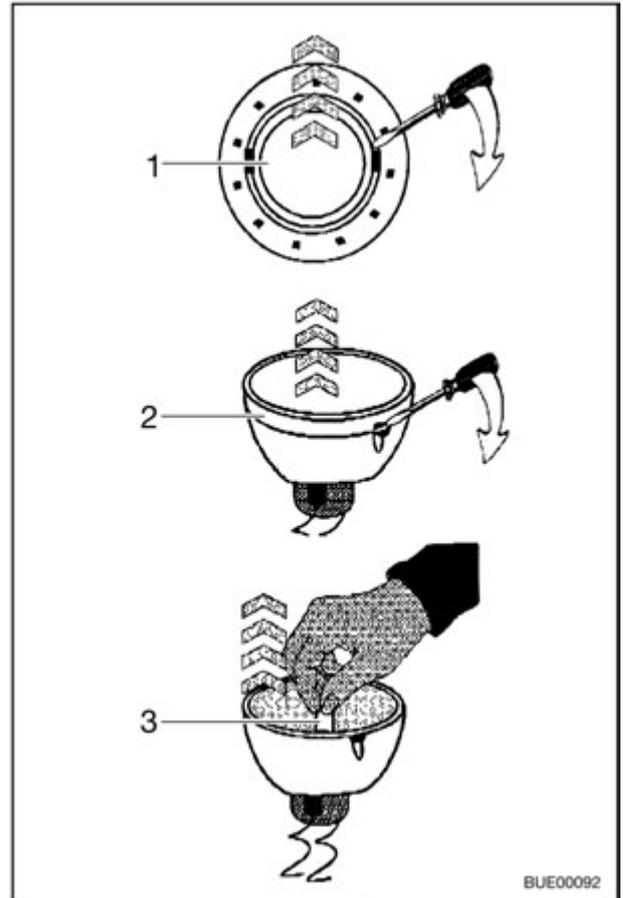

Fig. 198 Remplacer l'ampoule halogène
- Desserrer la bague de recouvrement intérieure (Fig. 198,1) du boîtier avec un tournevis.
- Défaire la bague de recouvrement avec le panneau en verre (Fig. 198,2) de la partie inférieure de la lampe halogène à l'aide d'un tournevis.
- Retirer l'ampoule halogène (Fig. 198,3).